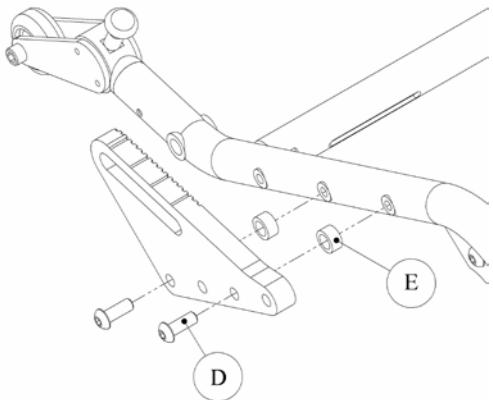

Figure 11 - Installation de la plaque de fixation
Les roues arrière de 20, 22 et 24 po (51, 56 et 61 cm) sont fixées à la base par l'intermédiaire de la plaque de fixation montrée à la figure 11. Celle-ci est assemblée au châssis en procédant de la manière suivante :
2. Insérer les vis **D** dans les trous correspondants de la plaque de fixation (figure 11);